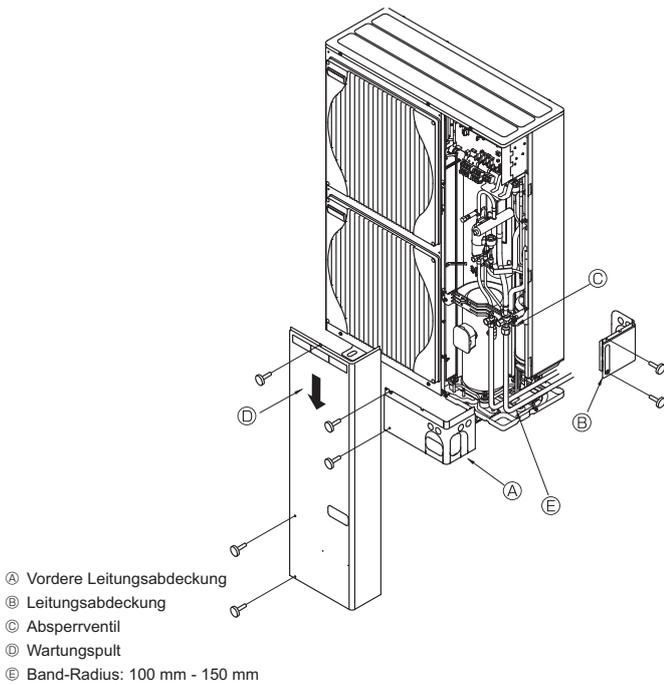

Fig. 5-8
5.6. Kältemittelrohrleitung (Fig. 5-8)